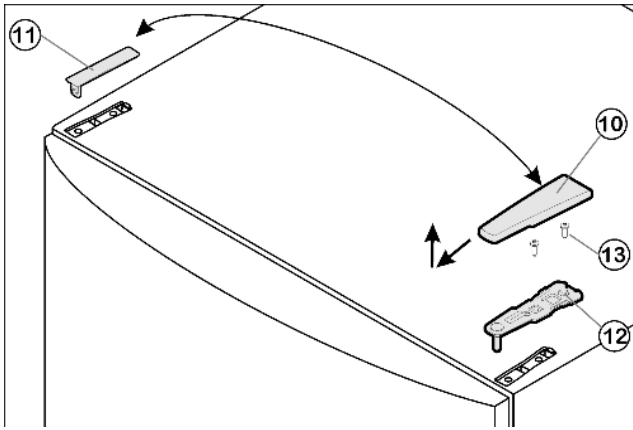

Fig. 4
- ▶ Крышку Fig. 4 (10) снимите движением вперед и вверх.
- ▶ Снимите крышку Fig. 4 (11).
- ▶ Открутите верхний опорный кронштейн Fig. 4 (12)(2 шт. Torx 25) Fig. 4 (13) и вытяните вверх.
- ▶ Установите верхний опорный кронштейн Fig. 4 (12) на новой стороне шарнира и защелкните в дверце.
- ▶ Прикрутите верхний опорный кронштейн *Fig. 4 (12)* с усилием мин. 4 Нм (2 шт. Torx 25) *Fig. 4 (13)*. При необходимости проделайте отверстия или используйте аккумуляторную отвертку.
- ▶ Защёлкните крышку *Fig. 4 (10)* и крышку *Fig. 4 (11)* на противоположной стороне.